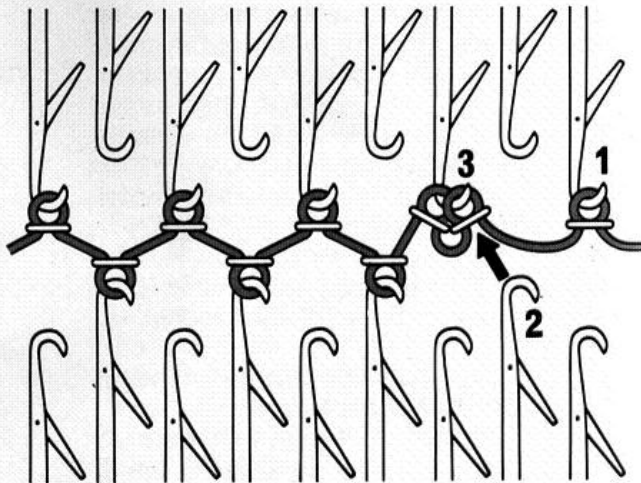

Fig. 46
- Transférer avec le poinçon la maille de l'aiguille (2) sur l'aiguille (3) (fig. 46).